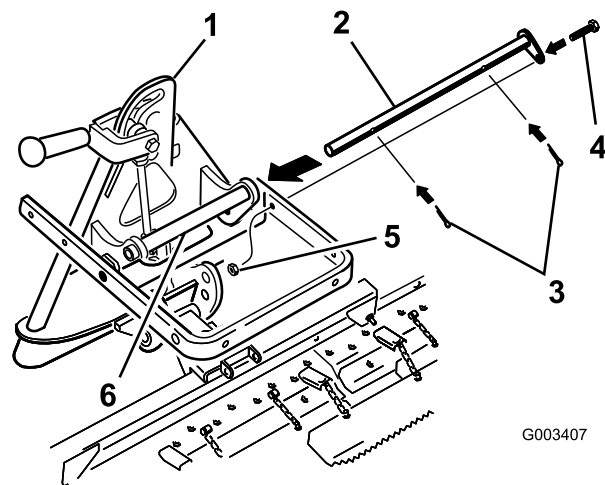
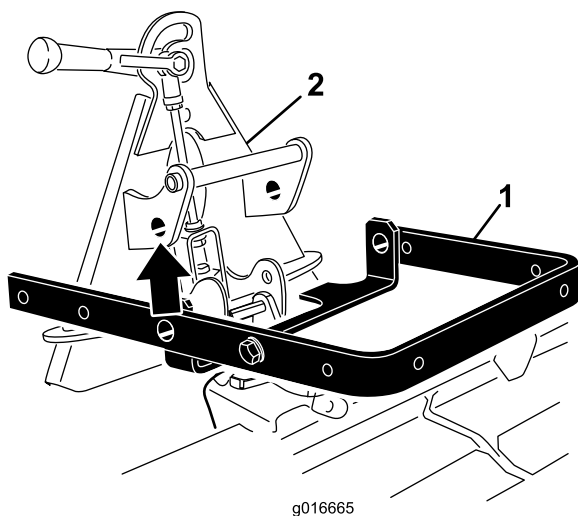

Figure 5
Figure 4
- Alignez le bras de levage sur le support de l'adaptateur d'accessoire (Figure 4) et accouplez-les avec la barre d'articulation comme illustré à la Figure 5.
Remarque: Lorsque vous déplacez l'adaptateur d'accessoire, servez-vous de la poignée prévue au dos (Figure 4).